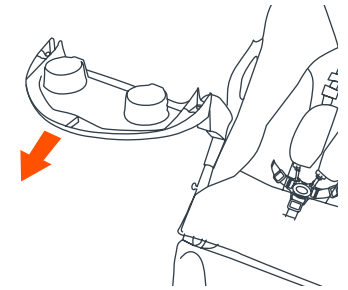

Abb. 13b
- So entfernen Sie das Kindertablett: Drücken Sie die Entriegelungstaste, drehen Sie das Tablett um 180 Grad und ziehen Sie am Tablett, bis es freigegeben wird (Abb. 13b).